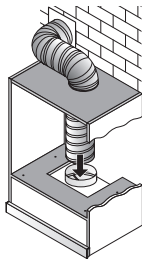

Рис. 5
- соедините воздуховод с адаптером вытяжки. (Рис. 5)